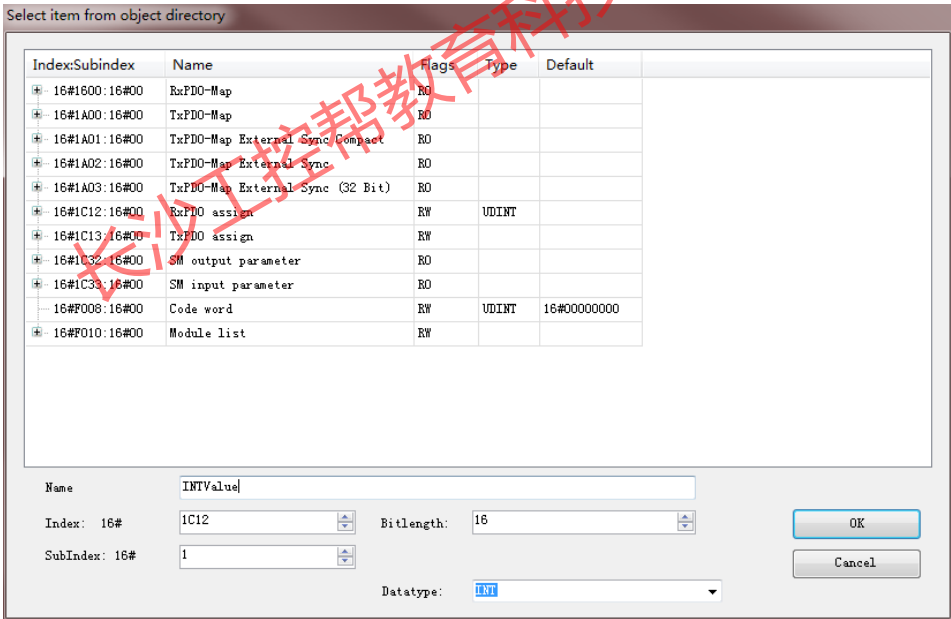

图 3.39 Secondary EL6692 配置（2）
- PDO Content 中插入 16#1C13 TxPDO，在窗口下部的 Name 和 DataType 选择图 3.39 中的内容